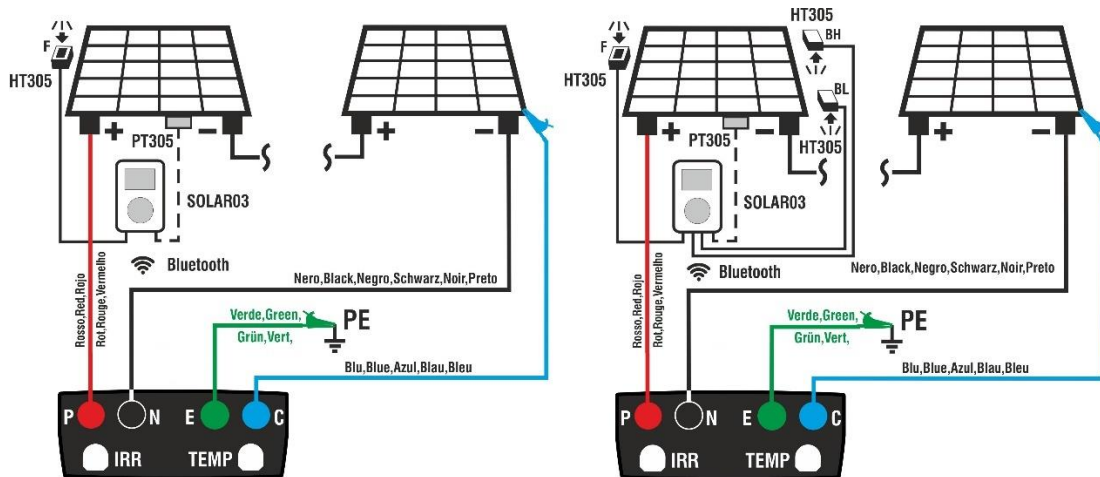

Fig. 13: Uso con SOLAR03 in connessione diretta su moduli Mono/Bifacciali
3. Collegare lo strumento al modulo/stringa in prova ed eventualmente al nodo principale di terra dell'impianto e alle masse metalliche messe a terra come mostrato in Fig. 13. In particolare:
- **Nel caso di moduli Bifacciali** → posizionare le **3 celle di riferimento HT305** sul piano frontale del modulo (**F**), sulla parte posteriore superiore (**BH=BackHigh**) e sulla parte posteriore inferiore (**BL=BackLow**) del modulo. Collegare la cella di riferimento frontale (F) all'ingresso **“INP1”**, la cella di riferimento BH all'ingresso **“INP2”**, la cella di riferimento BL all'ingresso **“INP3”** ed **eventualmente** la sonda di temperatura **PT305** all'ingresso **“INP4”** dell'unità remota. In accordo alla normativa IEC/EN60904-1-2, lo strumento calcola il valore di Irraggiamento frontale equivalente (**Irr_{eq}**) che corrisponde all'Irraggiamento sul solo piano frontale producendo gli stessi effetti dell'Irraggiamento rilevato su entrambe le facce tenendo conto del **coefficiente di bifaccialità** (φ) del modulo in base alla seguente relazione: